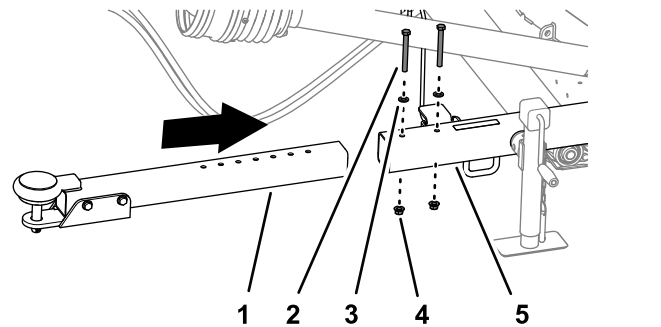

Bild 6
1. Entfernen Sie die beiden Sicherungsbundmutter, zwei Kopfschrauben und zwei Unterlegscheiben, mit der das Anbauvorrichtungssrohr am Aufnahmerohr befestigt ist (Bild 6).